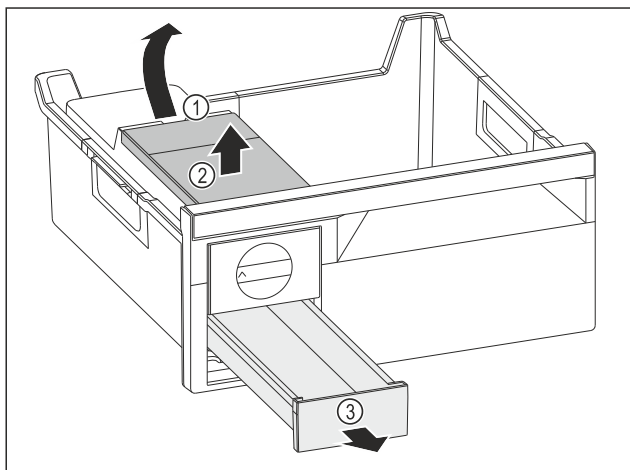

Fig. 170
- ▶ Vegye ki a víztartályt: Emelje fel a víztartályt a kivágásnál Fig. 170 (1).
- ▶ Vegye ki felfelé a víztartályt Fig. 170 (2).
- ▶ Vegye ki a előre felé a jégkocka-fiókot Fig. 170 (3).